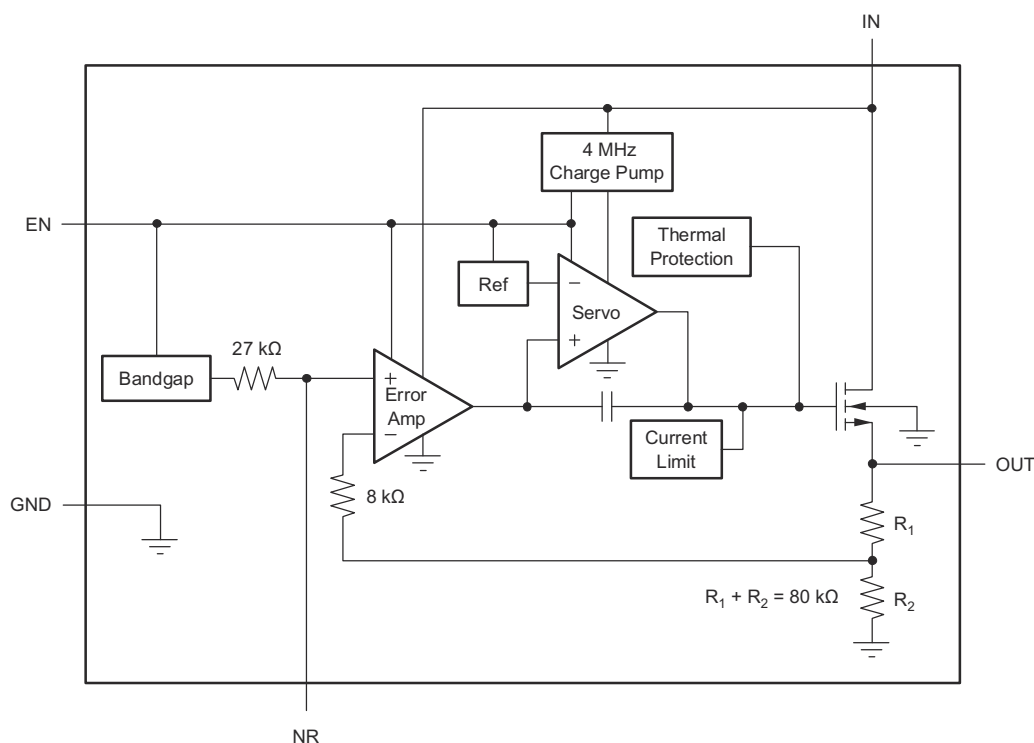
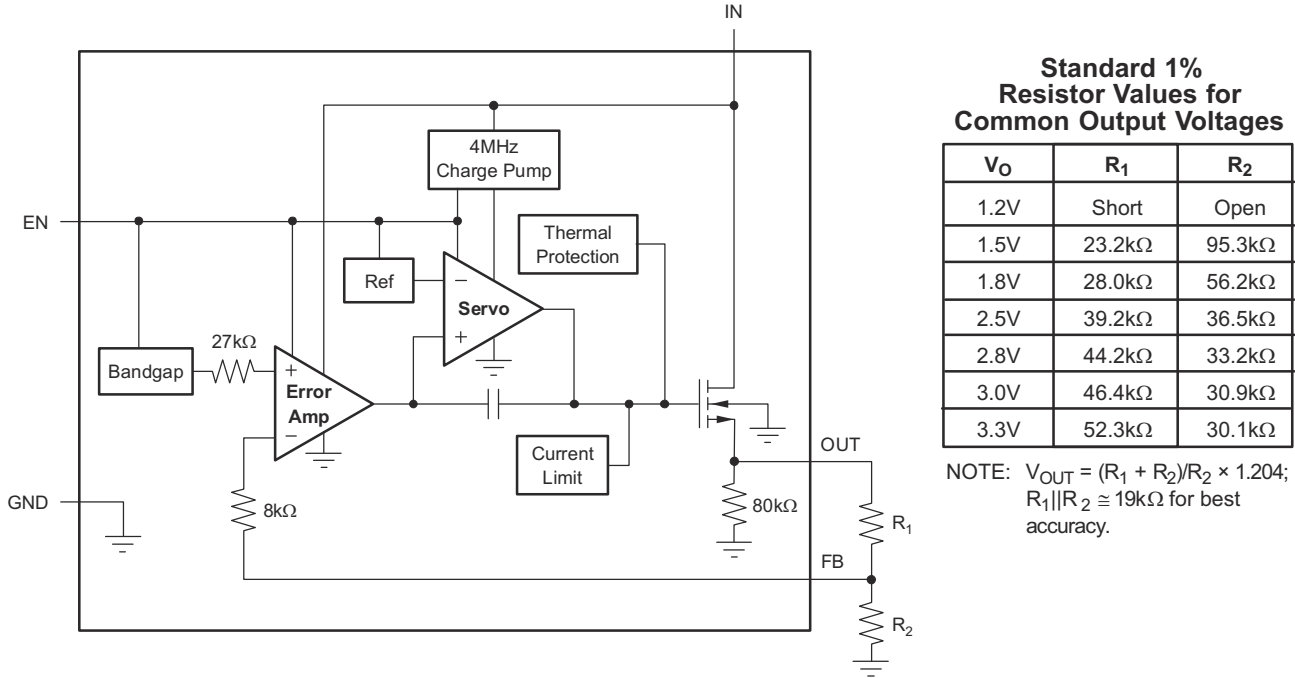

図 6-1. 固定電圧バージョン
図 6-2. 可変電圧バージョン
EN ピンを low に駆動した後、いずれのピンにも逆電流を遮断するためのバイアス電圧は必要ありません。逆電流とは、OUT ピンに電圧が印加されることによって IN ピンから流れ出す電流を指します。80k $\Omega$  の内部抵抗分圧器がグランドに接続されているため、OUT ピンに追加の電流が流れます (図 6-1 および 図 6-2 を参照)。
$R_1$  と  $R_2$  は、出力電圧に応じて 図 7-2 の式で求めることができます。一般的な出力電圧の抵抗値の例を 図 6-2 に示します。
2.5V 出力についての値を使用すると、図 6-2 の値を使用すると、 $R_1$  の値は **39.2kΩ**、 $R_2$  の値は **36.5kΩ** になります。